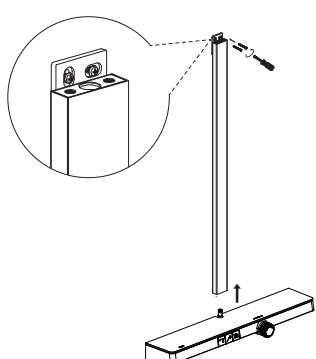

Figura 1
- d) Instale el riel de elevación en el panel termostático y atornílelo en la pared (Figura 1).
- d) Installare la guida di raccordo sul pannello termostatico e avvitarla alla parete (Figura 1).